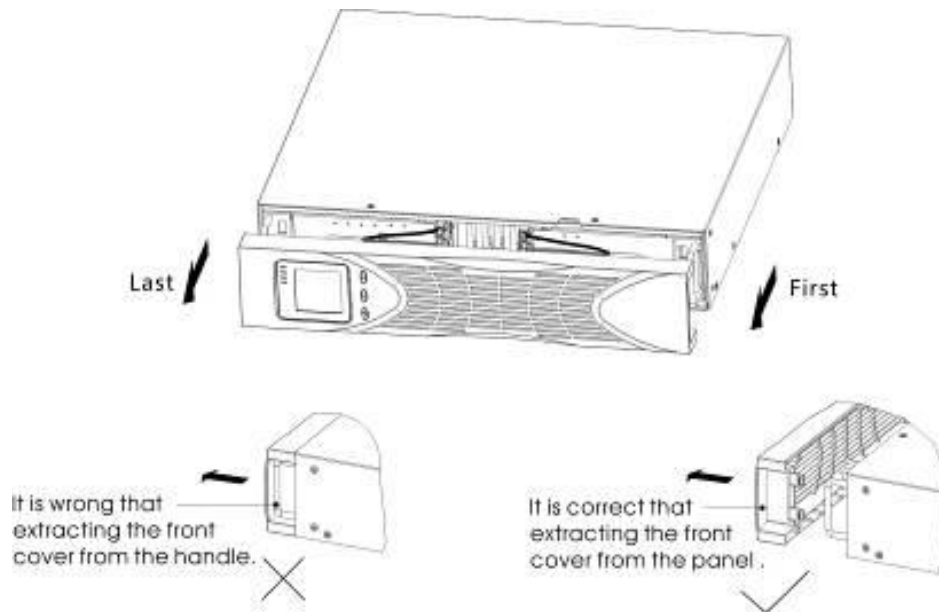

Рисунок 8 Зняття передньої кришки зовнішнього комплекту акумуляторів
(1) Щоб встановити додаткові зовнішні комплекти акумуляторів для ДБЖ
a) Зніміть передню кришку кожного зовнішнього комплекту акумуляторів та ДБЖ (див. Рисунок 8).